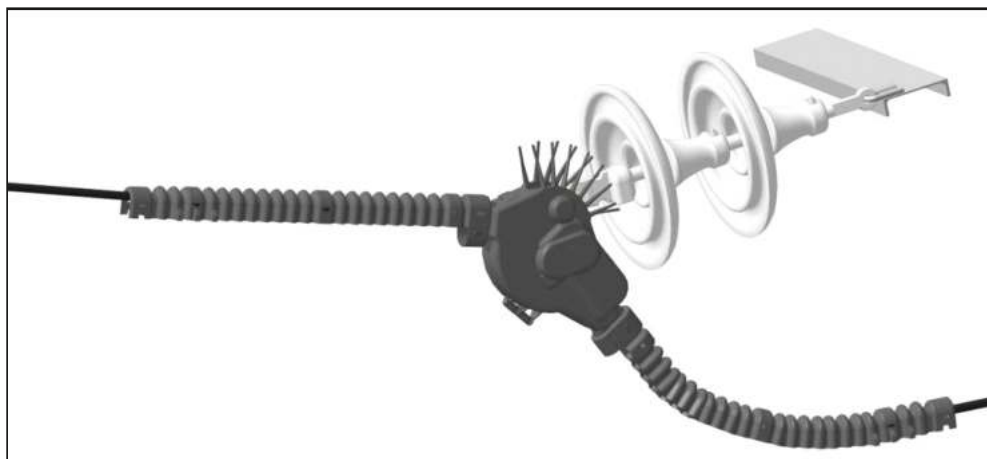

Рис. 65.
12.3.8. Закрепить гофр-рукава на проводе при помощи клипс (предварительно установленными внутрь рукавов п. 12.3.3.), нажимая на гофр-рукав сверху в трех точках до упора (Рис. 65).